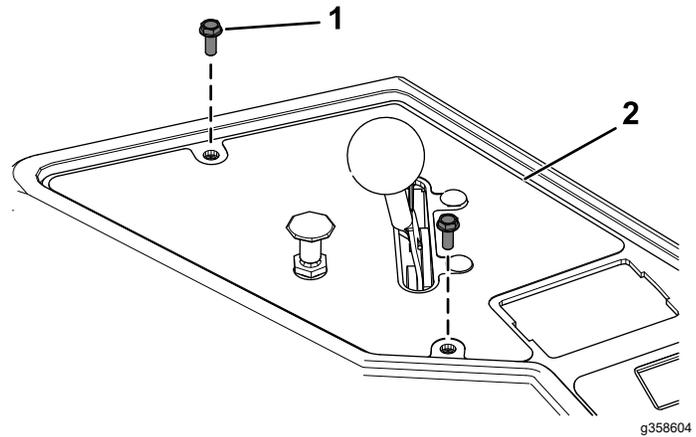

図 19
1. コントロールパネルを固定しているねじ2本を外してコンソールからコントロールパネルを外す 図 19。